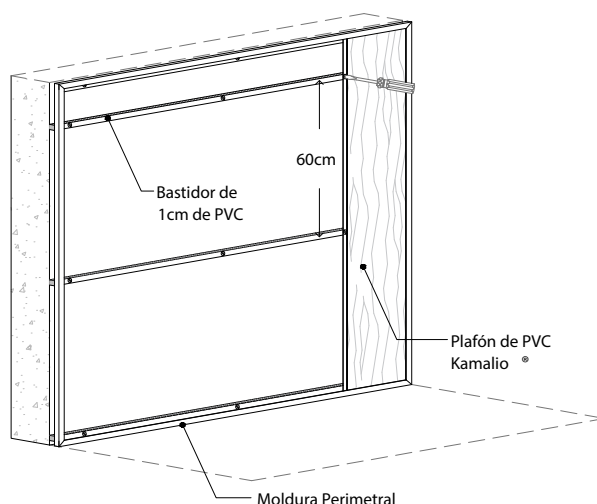

Figura 13
4. Se van colocando las piezas de recubrimiento de PVC Kamalio de forma perpendicular a la estructura, pizando las piezas cada 60 cm en la pestaña plana de la pieza con una pija de broca, insertándolas en la moldura J en los extremos. Ver figura 13